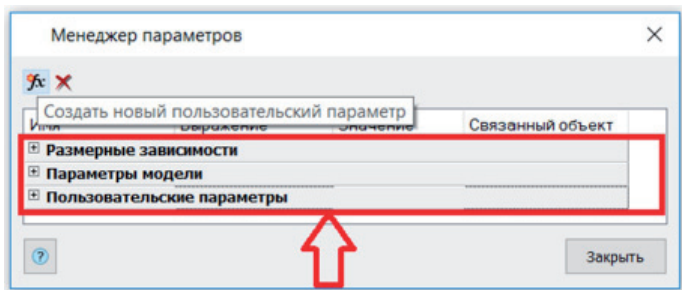

Рис. 66. Менеджер параметров. Категории и создание пользовательского параметра
Все параметры поделены на три категории (рис. 66):
- **Пользовательские параметры.** Параметры, которые может задавать сам пользователь. Они не имеют связанного объекта, но имя пользовательского параметра можно использовать в выражениях для расчета значения других параметров. Чтобы создать новый пользовательский параметр, нужно нажать кнопку, которая так и называется: *Создать новый пользовательский параметр* (см. рис. 66).